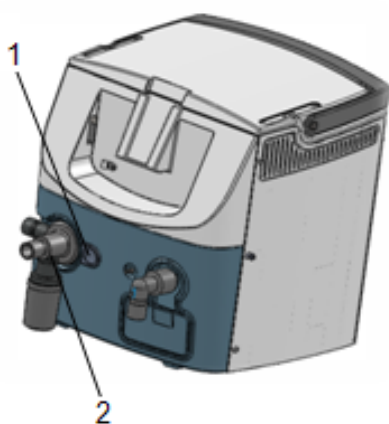

Figura 8-8
- Pressione o botão (1 na Figura 8-8);
- Puxe para fora o componente do núcleo da válvula expiratória (2 na Figura 8-8);